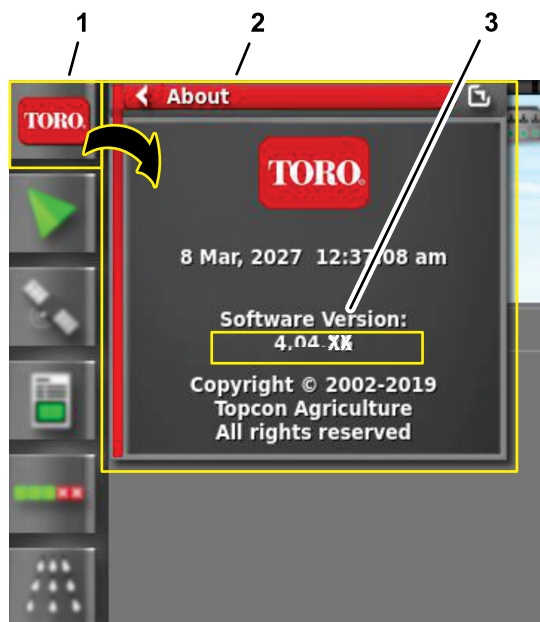

図 13
2. 制御コンソールの左上にある ABOUT (Toro) アイコンを押す 図 13。